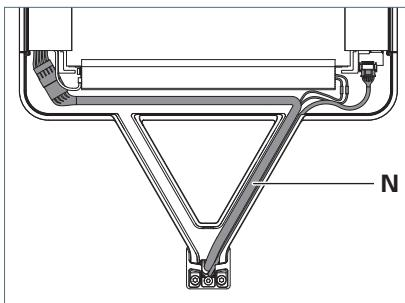

Fig. 8 : Ranger les câbles.
- ▶ Rangez les câbles **N** dans la tête du luminaire, tel qu'ilustré, voir Fig. 8.